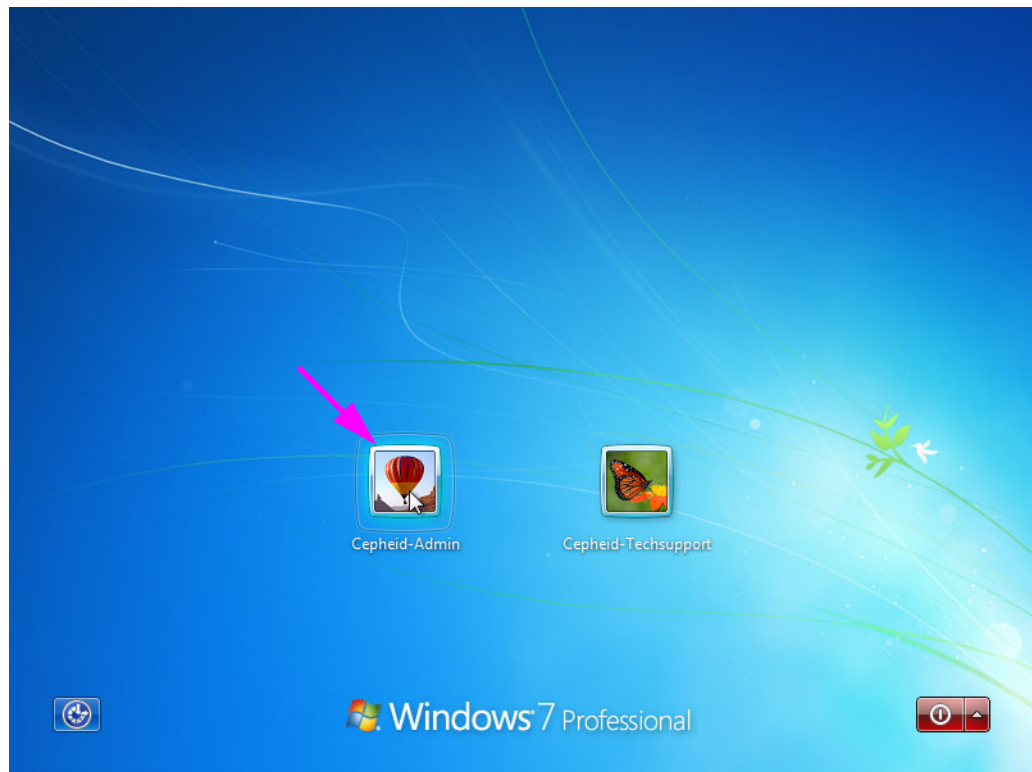

Figura 2-13. Ecranul pentru contul Windows 7
- Pe Windows 7 apare ecranul cu contul Windows. Consultați Figura 2-13.
3. În ecranul cu contul Windows, selectați contul de utilizator Cepheid (consultați Figura 2-13 și Figura 2-16).
Computerul sistemului GeneXpert Dx este configurat cu două conturi Windows. Contul **Cepheid-Admin** este pentru activitățile de administrator, cum ar fi actualizările de software, configurarea sistemului și operarea normală, iar contul **Cepheid-Techsupport** este destinat utilizării numai de către Asistența tehnică Cepheid. Consultați Figura 2-13 și Figura 2-16.